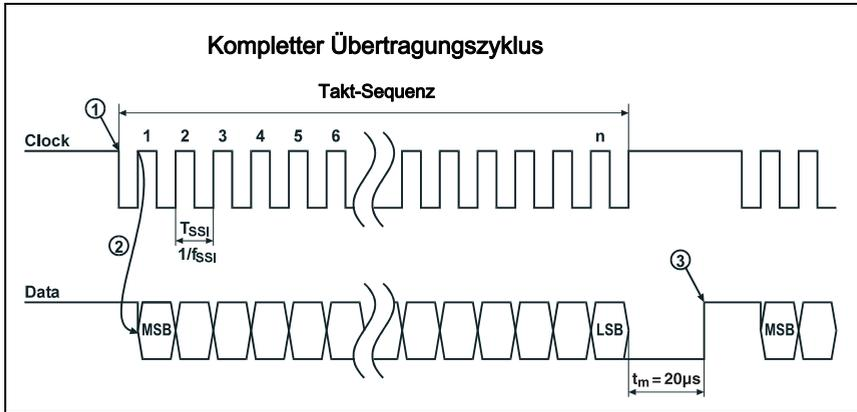

Bild 10.1: Ablaufdiagramm SSI-Datenübertragung
Im Ruhezustand liegen sowohl Takt- als auch Datenleitung auf HIGH-Pegel. Bei der ersten HIGH-LOW Flanke (Punkt ① in Bild 10.1) werden die Daten des internen Registers gespeichert. Dadurch ist sichergestellt, dass sich die Daten während der seriellen Übertragung des Wertes nicht mehr ändern.
Mit dem folgenden Wechsel des Taktsignals von LOW- auf HIGH-Pegel (Punkt ② in Bild 10.1) beginnt die Übertragung des Positionswertes mit dem höchstwertigen Bit (MSB). Mit jedem weiteren Wechsel des Taktsignals von LOW- auf HIGH-Pegel wird das nächst niederwertige Bit auf die Datenleitung gesetzt. Nachdem das niederwertigste Bit (LSB) ausgegeben wurde, schaltet mit dem letzten Wechsel des Taktsignals von LOW nach HIGH die Datenleitung auf LOW-Pegel (Übertragungsende).
Ein durch das Taktsignal retriggeretes Monoflop bestimmt, wie lange es noch dauert, bis die SSI-Schnittstelle für die nächste Übertragung aufgerufen werden kann. Hierdurch ergibt sich auch die minimale Pausenzeit zwischen zwei aufeinanderfolgenden Taktsequenzen. Ist die Zeit  $t_m = 20\mu\text{s}$  abgelaufen, so wird die Datenleitung wieder auf Ruhepegel (HIGH) gesetzt (Punkt ③ in Bild 10.1). Dies signalisiert somit den komplett abgeschlossenen Datenaustausch und die erneute Sendebereitschaft.